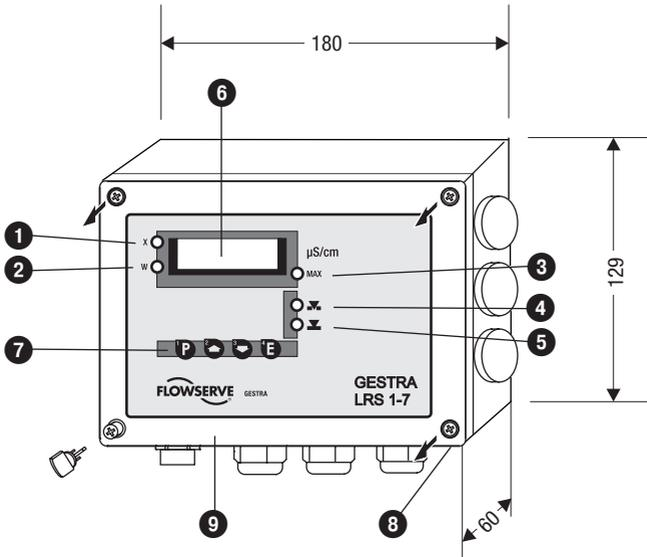

Fig. 2
1. Allentare le viti **8** e togliere il coperchio **9**. (Fig. 2, 3)